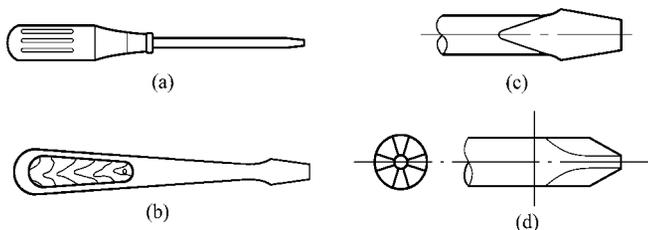

图1-4 螺钉旋具
(7) 螺钉旋具 俗称起子、螺丝刀,分为十字和一字形两种,如图1-4所示。在准备工具时,应将各种螺钉旋具大小尺寸各准备一把为好。
(8) 大口钳 开口尺寸在一定范围内可以任意调整,非常适用于圆形零件的夹持,在许多情况下,可用来代替其他工具,如图